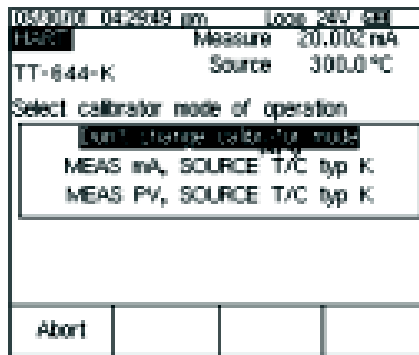

图 20
2. 再按 键，仪器将提示您选择 744 的设置（图 20）。将光标移到 MEASmA，SOURCE T/C type K，按 。（如果您要校验数字 PV 而不是校验 mA 输出，即变送器的 HART 查询地址不为 0，则您应当选择 MEAS PV，SOURCE T/C type K）。